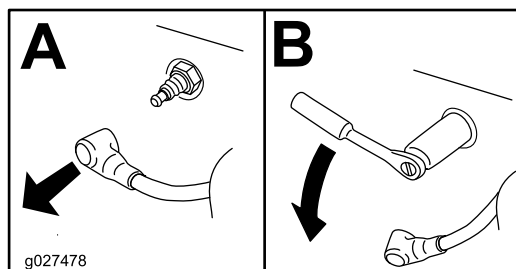

Figura 71
4. Localice y retire la(s) bujía(s), como se muestra en la Figura 71.